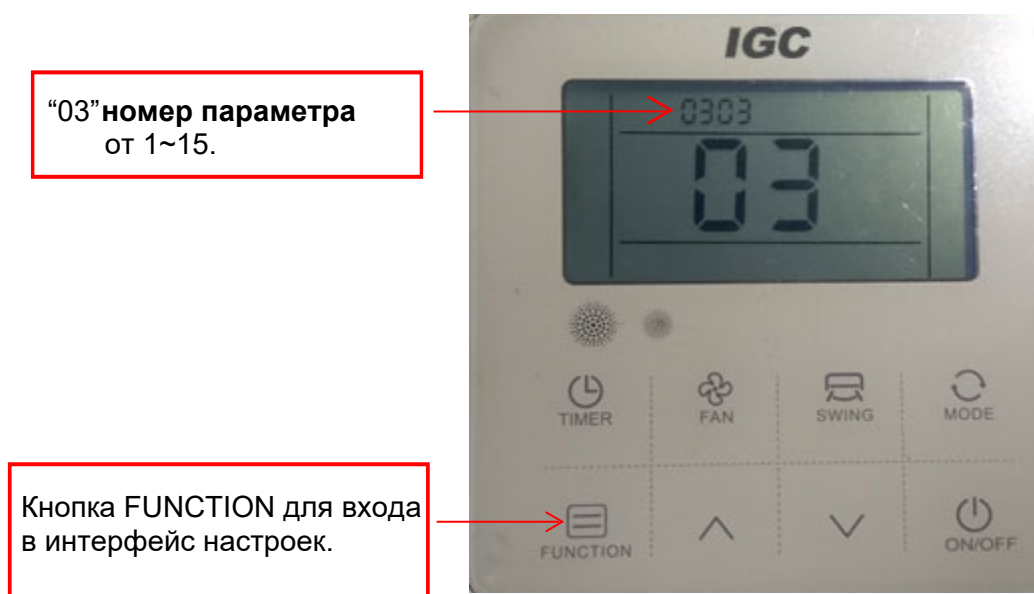

Рисунок 6.4
- ① Для входа в интерфейс настроек нажмите и удерживайте кнопку “Function” (примерно 10 сек) до тех пор пока начнет мигать номер параметра (рисунок 6.4). Значение номера параметра в диапазоне 1~15 по таблице п.6.1